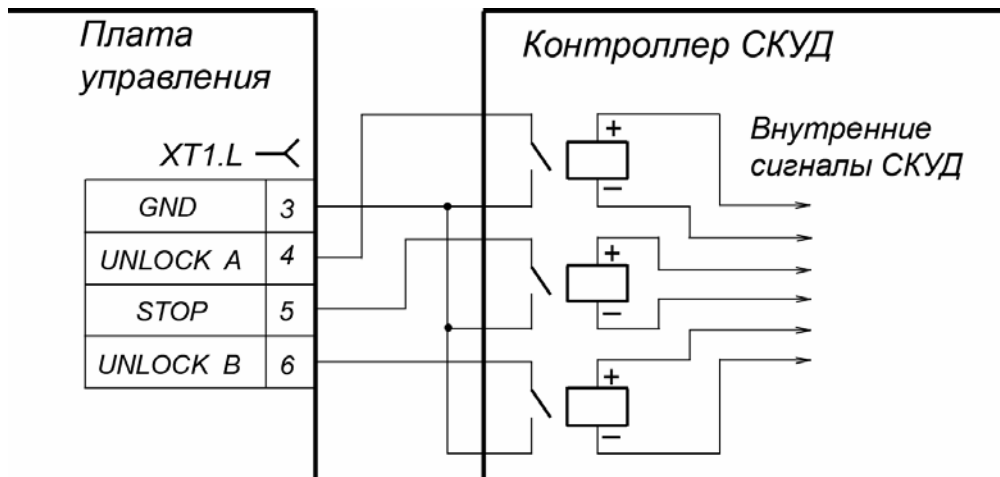
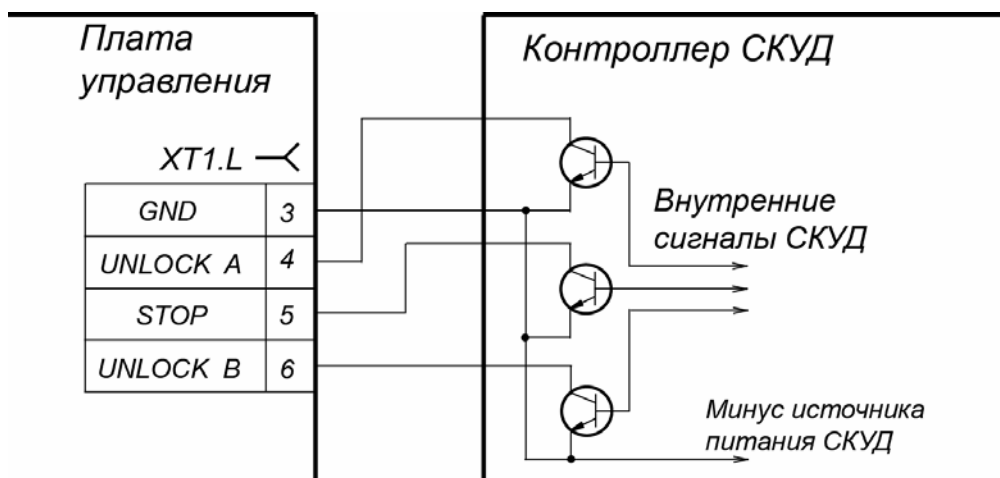

Рисунок 6 Управляющие элементы внешнего устройства: нормально разомкнутый контакт реле
Рисунок 7 Управляющие элементы внешнего устройства: схема с открытым коллекторным выходом
5.4.2 Управление турникетом осуществляется подачей на контакты клеммной колодки **XT1.L** *Unlock A*, *Stop* и *Unlock B* сигнала низкого уровня относительно контакта *GND*, при этом управляющим элементом могут быть нормально разомкнутый контакт реле или схема с открытым коллекторным выходом. Аварийная разблокировка турникета осуществляется снятием с контакта *Fire Alarm* сигнала низкого уровня относительно контакта *GND*, при этом управляющим элементом может быть нормально замкнутый контакт реле или схема с открытым коллекторным выходом (см. рис. 6 и рис. 7).